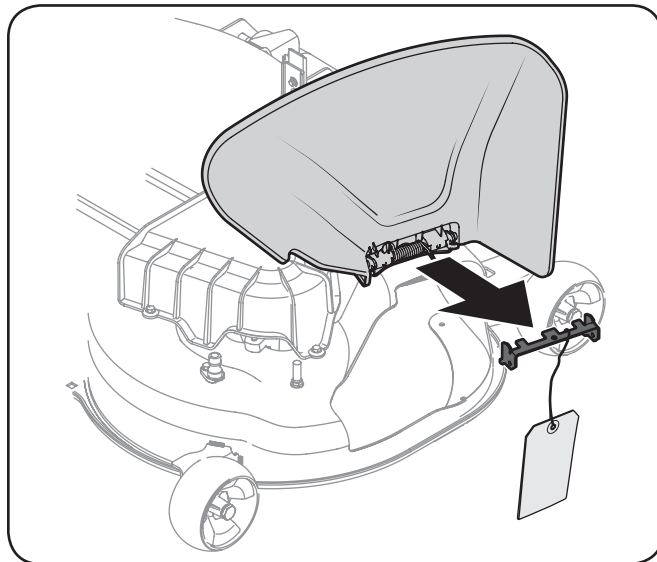

Figura 3-5
1. Revise el equipo de corte para una traba de seguridad que puedan estar llevando a cabo el deflector del canal alcista para el envío. Si la llave está presente, debe ser removido antes de operar el tractor. Sosteniendo el deflector del canal hacia arriba por completo, quite la traba de seguridad. Baje el deflector del canal y deseche la traba de seguridad. Consulte Figura 3-5.